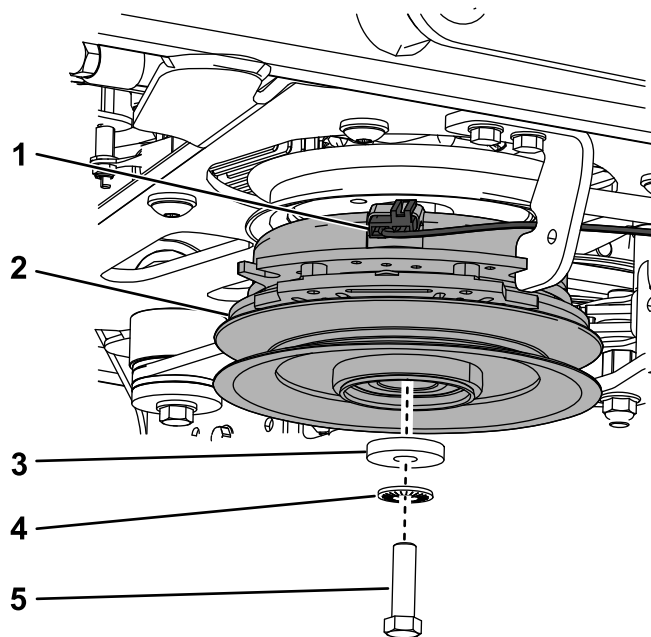

Figure 87
- B. Retirez le boulon, la rondelle, la rondelle élastique et l'embrayage (Figure 87).